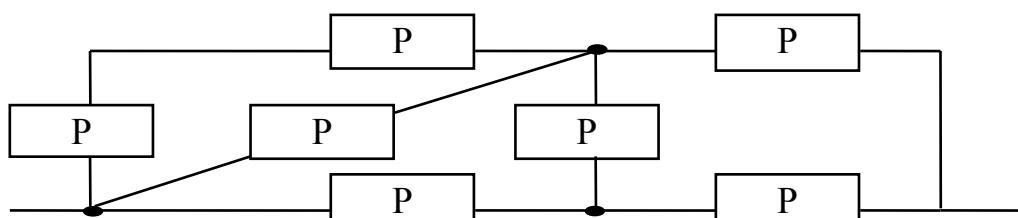

Рис. 5. Параллельно-последовательная модель надежности
3. Найти вероятность безотказной работы системы, структурная модель надежности которой приведена на рис. 5. Вероятность безотказной работы узлов одинакова $P = 0,9$.